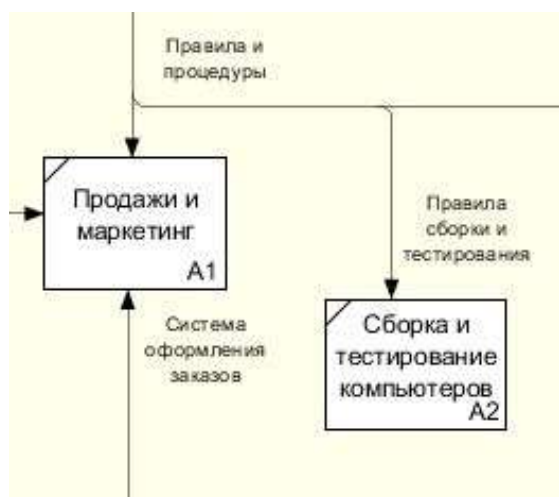

Рис. 5. Присвоение названий ветвям стрелок диаграммы декомпозиции A0
5. Правой кнопкой мыши щёлкните по ветви стрелки «Сборка и тестирование компьютеров», переименуйте ее в «Правила сборки и тестирования» (рис. 5).
6. Правой кнопкой мыши щелкните по ветви стрелки механизма работы «Продажи и маркетинг» и переименуйте ее в «Система оформления заказов» (рис. 5)